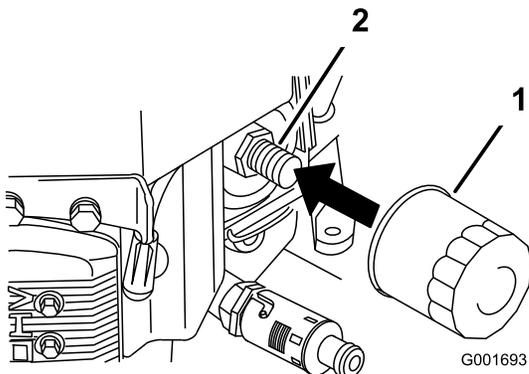

Figura 35
2. Retire el filtro de aceite usado (Figura 35).
3. Aplique una capa fina de aceite nuevo a la junta de goma del filtro nuevo (Figura 35).
4. Instale el filtro de repuesto en el adaptador de filtro; gire el filtro en el sentido de las agujas del reloj hasta que la junta de goma entre en contacto con el adaptador del filtro, luego apriete el filtro tres cuartos de vuelta más (Figura 35).